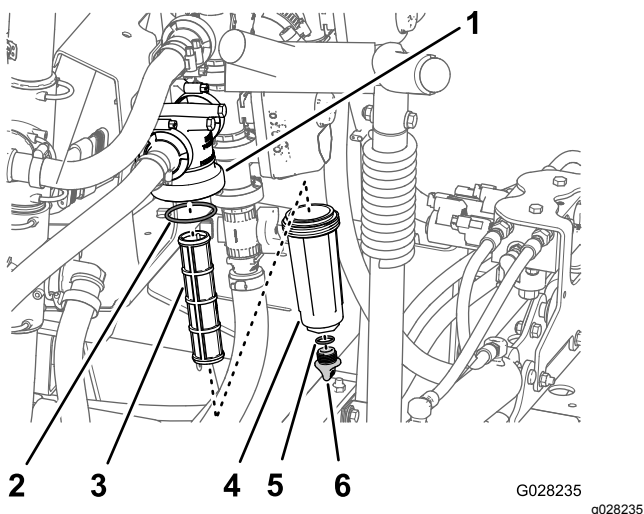

Figura 101
2. Allineate una bacinella di spurgo sotto il filtro della pressione (Figura 101).
3. Ruotate il tappo di spurgo in senso antiorario e rimuovetelo dal pozzetto del filtro della pressione (Figura 101).
4. Ruotate il pozzetto in senso antiorario e rimuovetelo dalla relativa testa del filtro (Figura 101).
5. Rimuovete l'elemento del filtro della pressione usato (Figura 101).
6. Controllate l'O-ring del tappo di spurgo (situato all'interno del pozzetto) e l'O-ring del pozzetto (situato all'interno della testa del filtro) per escludere danni e usura (Figura 101).
7. Montate il nuovo elemento del filtro della pressione nella testa del filtro (Figura 101).
8. Montate il pozzetto sulla testa del filtro e serrate manualmente (Figura 101).
9. Montate il tappo sul pozzetto e serrate manualmente (Figura 101).